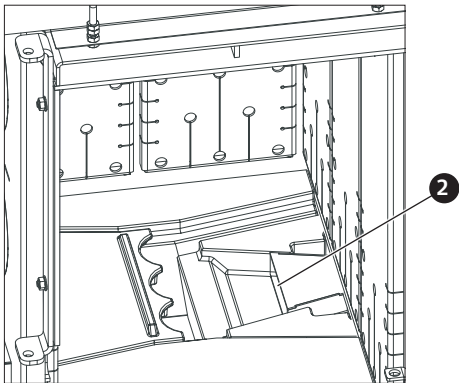

Fig. 39 Estrarre le piastre di combustione, controllare le aperture per l'aria secondaria.
- ▶ Estrarre le due piastre di combustione, aspirare la cenere e controllare le aperture sottostanti per l'aria secondaria, all'occorrenza liberarle – Fig. 39.